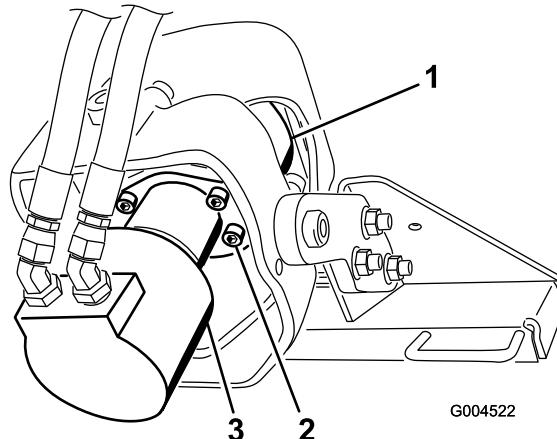

Figura 11
- Supportate la testata motrice su una bacinella per l'olio (Figura 11).